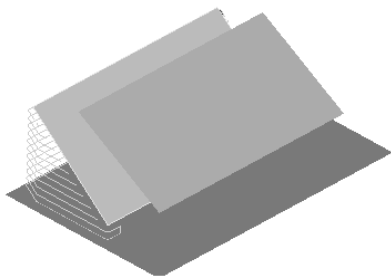

图 2-103 偏置向上
- 〔偏置向上〕：沿刀轴向上偏置底部轮廓曲线，如图 2-103 所示。